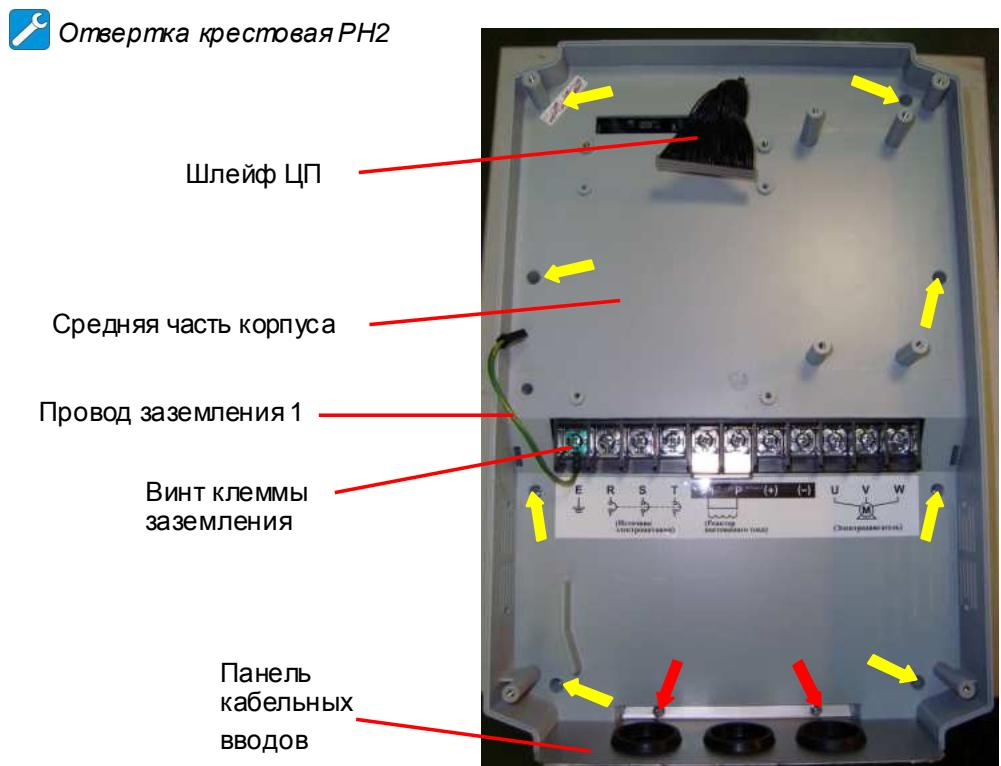

Рис. 6.6
6.4.3. Выкрутить четыре винта (рис. 6.6, желтые стрелки), демонтировать плату ЦП. Положить плату ЦП и винты в тару.
6.5.1. Выкрутить винт клеммы заземления (рис. 6.6), демонтировать провод заземления 1 и положить его в тару.
6.5.2. Выкрутить два винта (рис. 6.6, красные стрелки), демонтировать панель кабельных вводов и положить ее в тару.
6.5.3. Выкрутить восемь винтов (рис. 6.6, желтые стрелки), демонтировать среднюю часть корпуса и положить ее в тару.